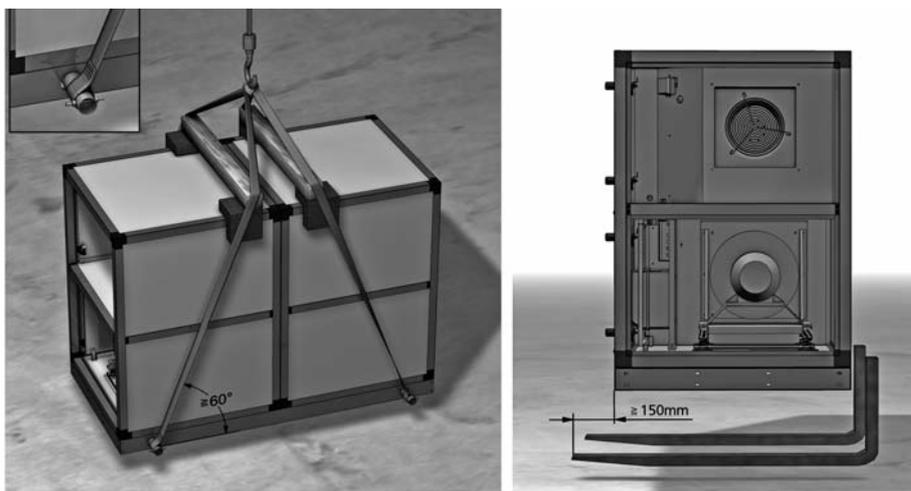

Abb. 4: Anheben und Transport (Abb. zeigt ein ähnliches Gerät)
- Sind für die Tragiemaufhebung passende Rohre, Distanzbalken und Kantenschutz vorhanden? (S. 12, Abb. 4)
- Beachten Sie zum Anheben und Transport die Abb. 4!